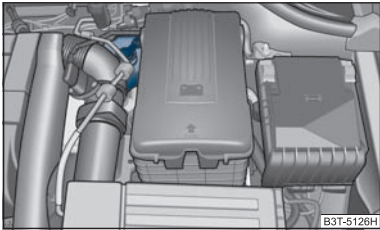

Fig. 185 Vano motor: Depósito del líquido de frenos
- Verifique el nivel de líquido de frenos en el depósito ⇒ fig. 185. El nivel debe encontrarse entre las marcas “MIN” y “MAX”.